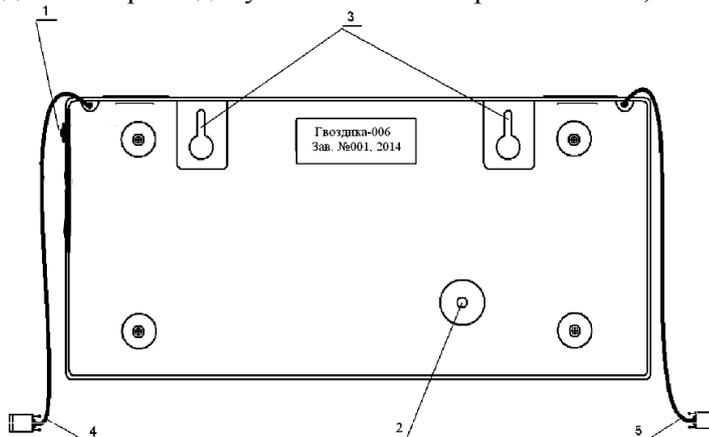

Рисунок 2. БПГ (вид сзади).
6.2.5. Вывинтить на фронтальной части П1 2 шурупа на 1-2 см и установить на них БПГ, используя отверстия поз. №3 (см. рисунок 2). Состыковать кабельные разъемы приемный и генераторный БПГ с ответными частями на ПП и ПГ соответственно.